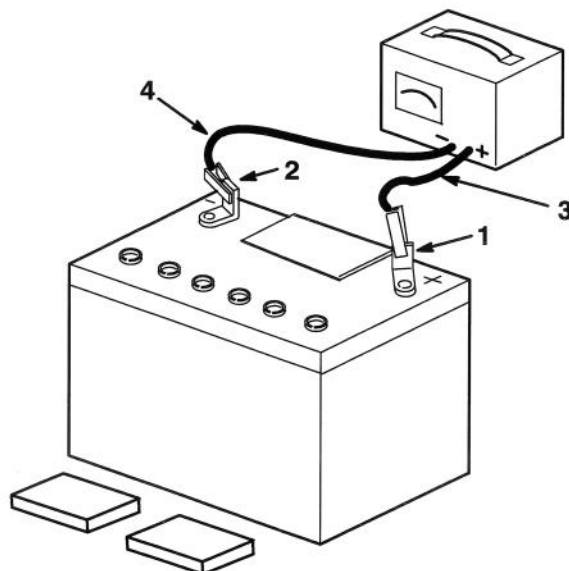

Figure 4
3. Ne pas remettre les bouchons, et connecter un chargeur de batterie de 3 à 4 A aux bornes de la batterie (Fig. 4). Charger la batterie à 4 ampères ou moins pendant 4 heures (12 volts).
4. Quand la charge de la batterie est terminée, débrancher la prise d'alimentation du chargeur avant de déconnecter les fils des bornes négative et positive (Fig. 4).